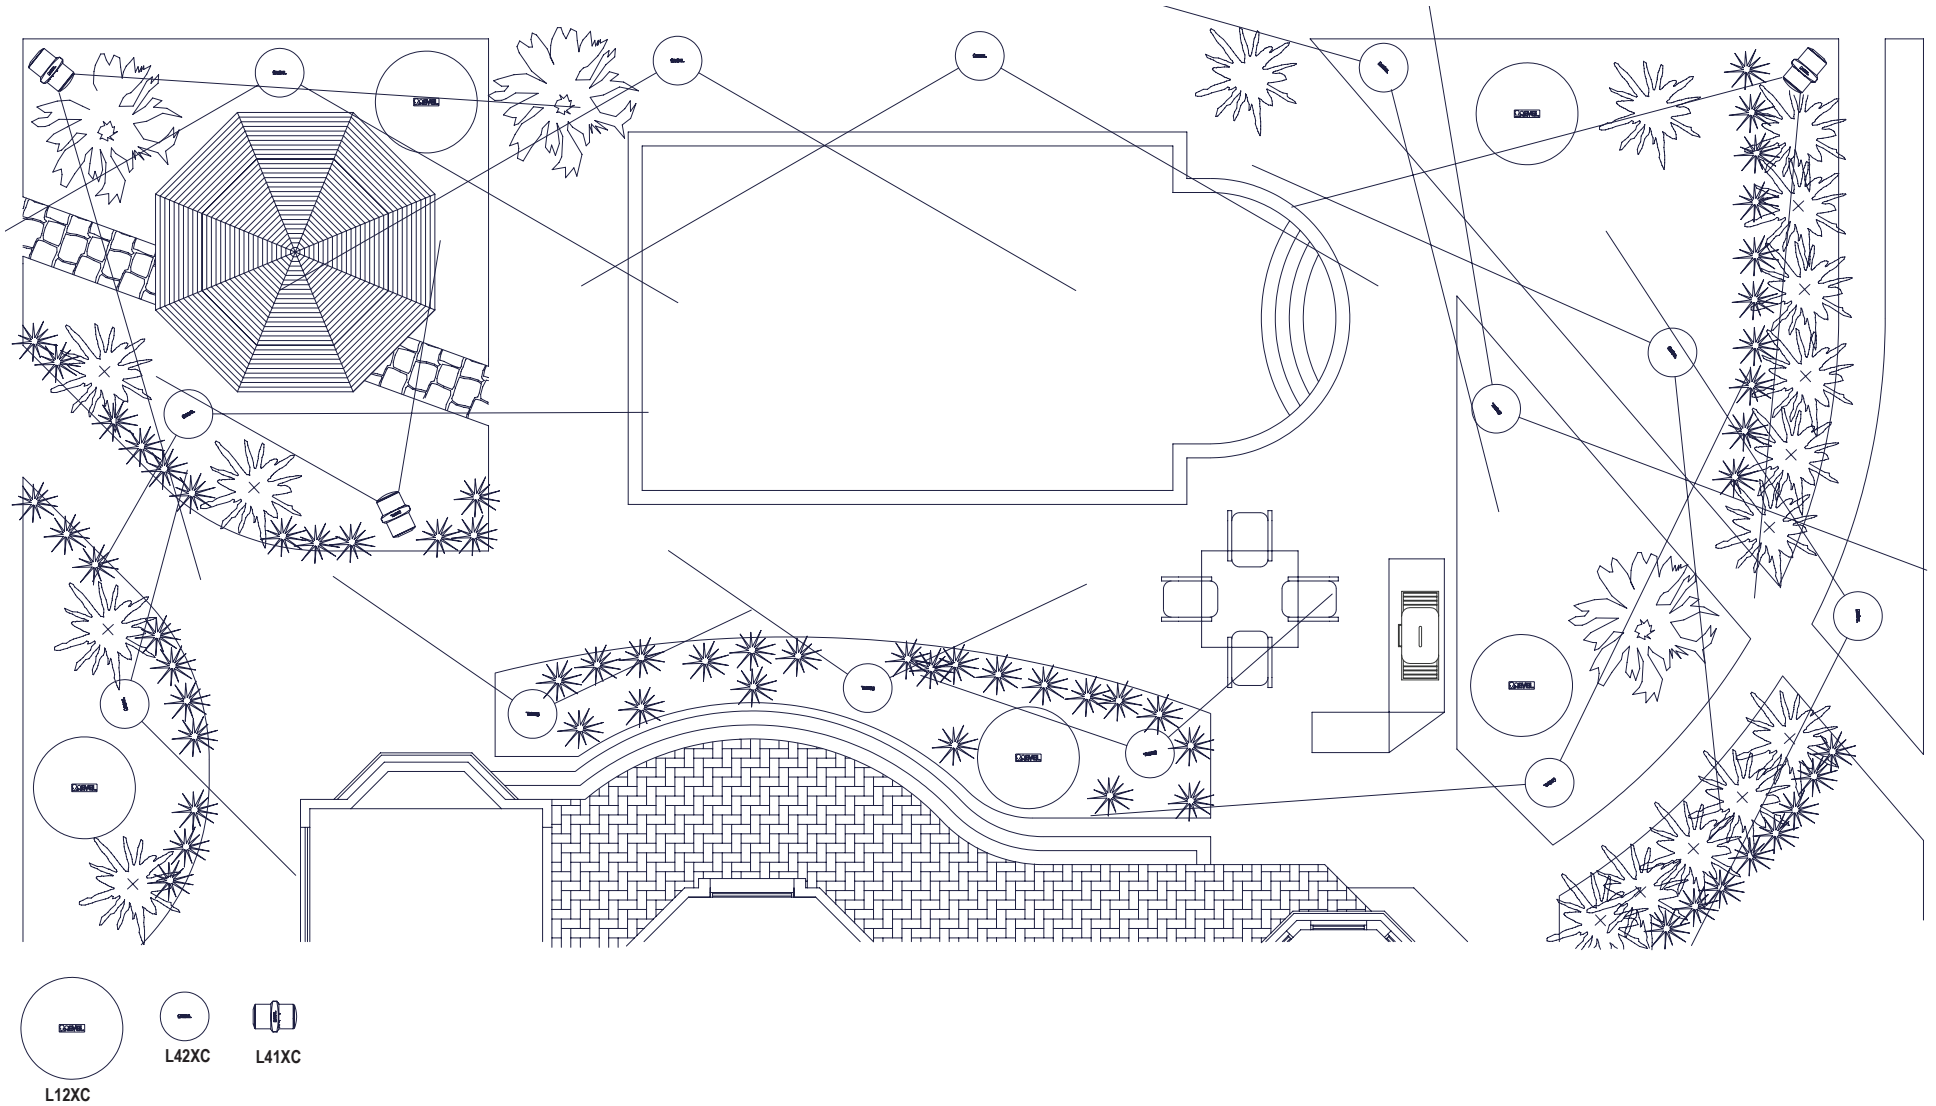

Abbildung 1
2. Der Abstrahlwinkel der Satelliten-Lautsprecher beeinflusst, wie viele Lautsprecher benötigt werden, um einen Bereich ausreichend abzudecken. Der L41XC hat eine Streuung von 70 Grad, während der L42XC eine Streuung von 120 Grad hat. Je näher sich der Lautsprecher am Hörbereich befindet, desto weniger Fläche wird er abdecken. Es ist eine gute Praxis, das System unter Berücksichtigung der Abdeckungswinkel zu planen, wie es in Abbildung 1 gezeigt wird.